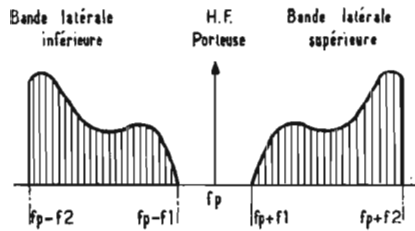

FIG. 1
Le spectre de fréquence d'une onde modulée en amplitude (AM) contient trois fréquences : la porteuse et deux fréquences placées symétriquement par rapport à la porteuse et distantes en fréquence de celle-ci, d'une fréquence égale à la basse fréquence modulatrice (fig. 1).
1° Etalement inférieur de 50 % à la modulation d'amplitude. C'est ce qui ressort de l'examen de la figure 1 qui représente l'espace occupé par une émission sur une fréquence F_p modulée en amplitude avec une bande passante F_1-F_2 que nous supposons de 4 kHz. La largeur de bande occupée s'étend de $F_p - F_2 + F_p + F_2$, soit 8 kHz. Si nous supprimons l'une des bandes latérales, la place occupée ne sera plus que 4 kHz, et deux émissions BLU situées à 4 kHz ne se gêneront plus.